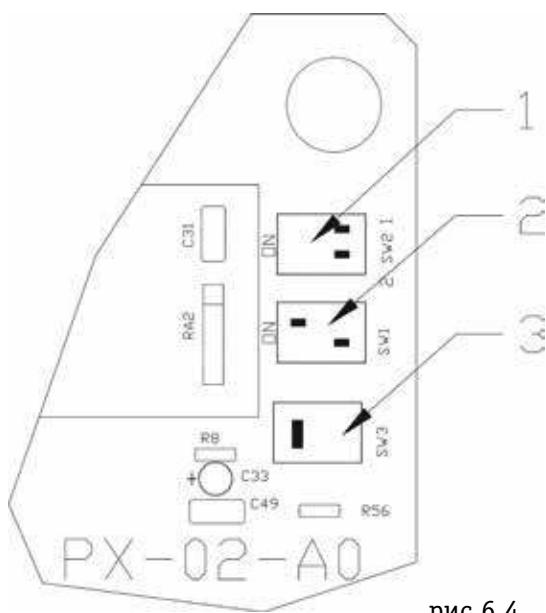

рис.6.4.
1) Предр сходн я регулировк времени: Компьютер может выбир ть различные варианты предр сходного времени в соответствии с режимом св рки. В том же режиме существуют два варианта предр сходного времени, короткое и длинное. Когда 1 из SW2 на дисплее PCB PX-02 (см. рисунок 6.4.) замкнут, выбирается короткое предр сходное время; когда он открыт – длительное.
2) Регулировк времени продув . В том же режиме существуют два варианта времени продув , короткое и длинное. Когда 2 из SW2 на дисплее PCB PX-02 (см. рисунок 6.4.) замкнут, выбирается короткое время продув ; когда он открыт – длительное.